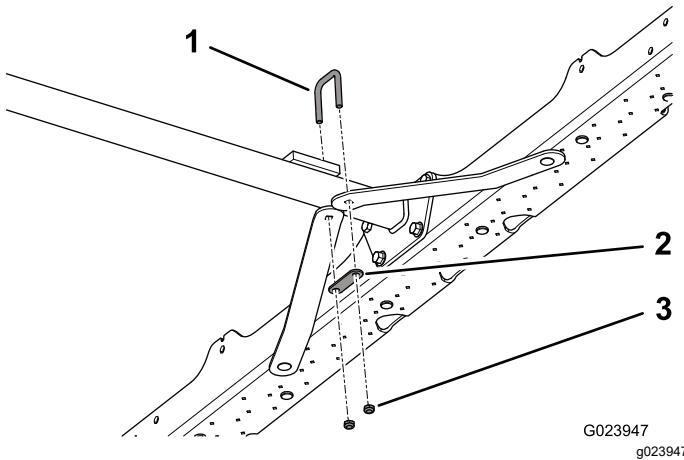

Figure 6
4. Montez un étrier fileté au sommet de la barre d'attelage et alignez les trous dans les extrémités plates courtes des raidisseurs sur l'étrier fileté (Figure 6).
5. Placez la barrette sur les extrémités filetées de l'étrier et fixez celui-ci avec 2 contre-écrous à embase (5/16 po) ; voir Figure 6.